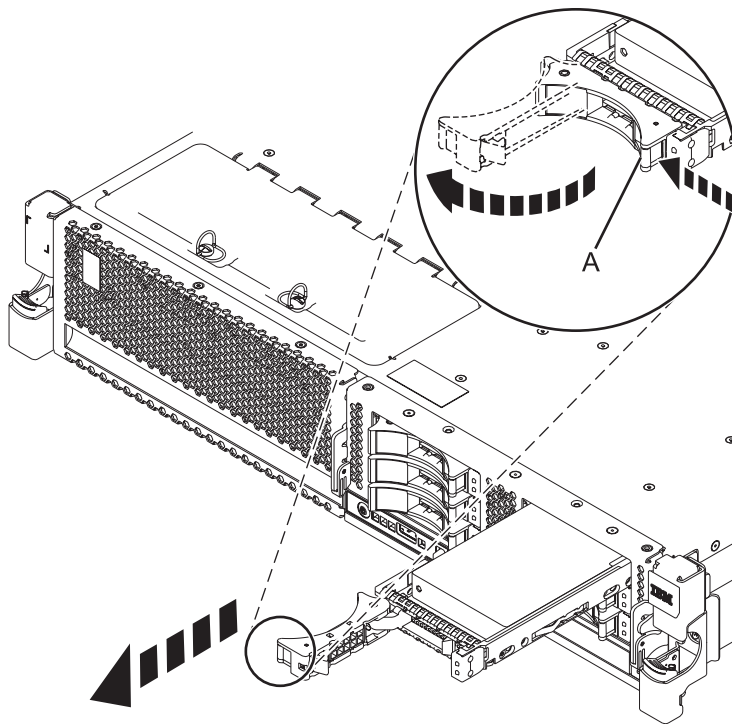

Abbildung 3. Plattenlaufwerk aus Rückwandplatine ausbauen
- 2) Stützen Sie das Plattenlaufwerk unten mit einer Hand ab und ziehen Sie das Laufwerk vorsichtig aus dem System heraus (siehe Abb. 3).